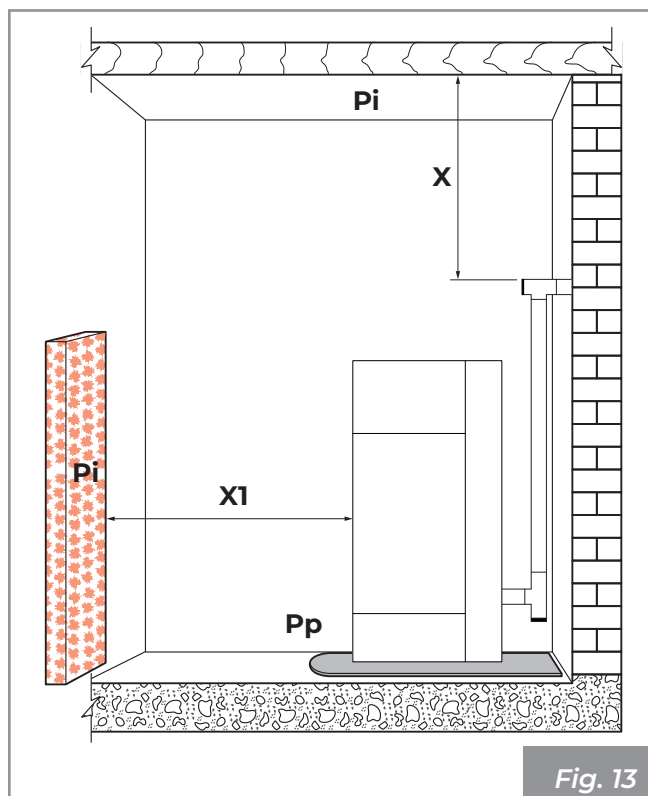

Fig. 13
Il est important de respecter la distance minimale par rapport aux matériaux inflammables (X) indiquée sur la plaque signalétique des tubes utilisés pour réaliser la cheminée (Fig. 13).